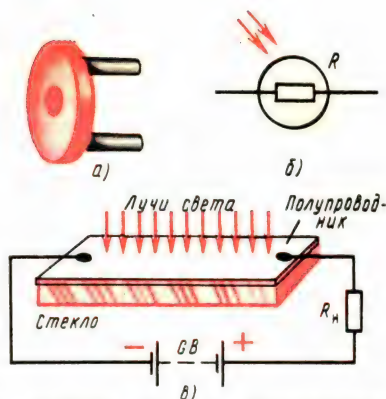

Рис. 246. Внешний вид (а), схематическое обозначение (б), устройство и включение (в) фоторезистора
**Фоторезистор** (рис. 246) представляет собой тонкий слой полупроводника, нанесенный на стеклянную или кварцевую пластинку, запрессованную в круглый, овальный или прямоугольный пластмассовый корпус небольших размеров. Полупроводниковый слой с двух сторон имеет контакты для включения его